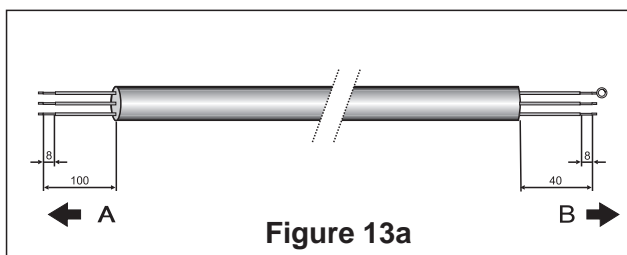

Figure 13a
2. Préparez les extrémités du câble pour l'alimentation en courant ainsi que pour les câbles entre les unités intérieures et extérieures, ainsi qu'indiqué dans les figures 13a et 13b.